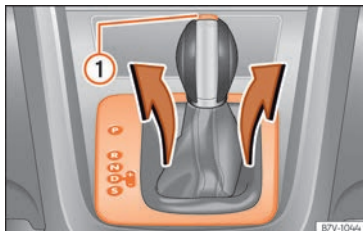

Fig. 52 Démontez le revêtement du champ d'indication des vitesses.
- Tirez le cache vers le haut au niveau du soufflet du levier sélecteur »» **fig. 52**.
- Appuyez sur la touche de blocage »» **fig. 52** **①** sur le pommeau du levier sélecteur et placez le levier sur la position **N**.